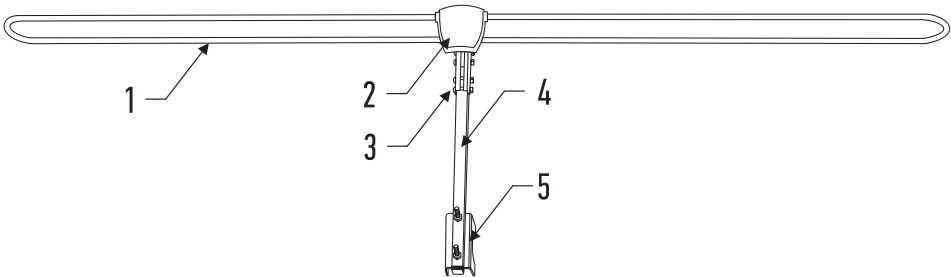

Рис.1 Общий вид антенны
Общий вид антенны приведен на рис.1 и 2. Антенна состоит из петлевого вибратора (1), узла согласования (2), П-образных крепежных скоб (3), траверсы (4) и узла крепления (5). Узел крепления образован зубчатой скобой и U-образной скобой с резьбой М6. На узле согласования имеется F-разъем для подключения коаксиального кабеля типа RG-6/U с волновым сопротивлением 75 Ом.